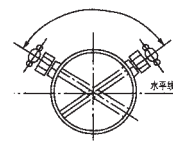

图 5.2
2)测气体的流量 对于垂直管道,流量计可安装在管道水平面,沿周围 360° 的任何位置上。而对于水平管道,流量计的引压接头必须位于管道中心线以上,如图 5.2 所示。